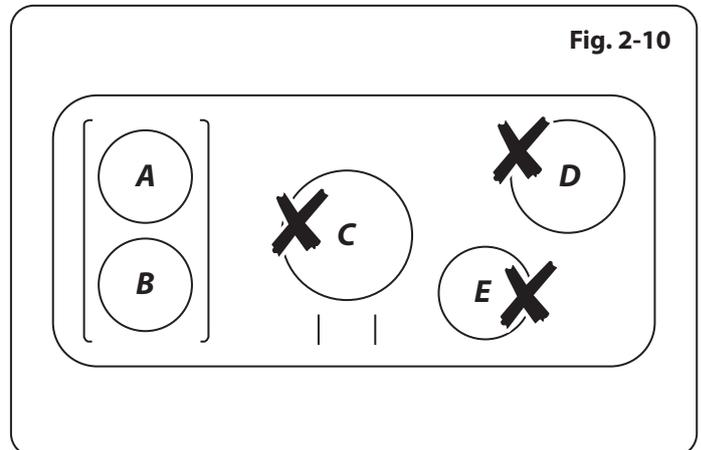

Fig. 2-10
**NE PAS** utiliser les zones C, D ou E pour chauffer le gril (**Fig. 2-10**).